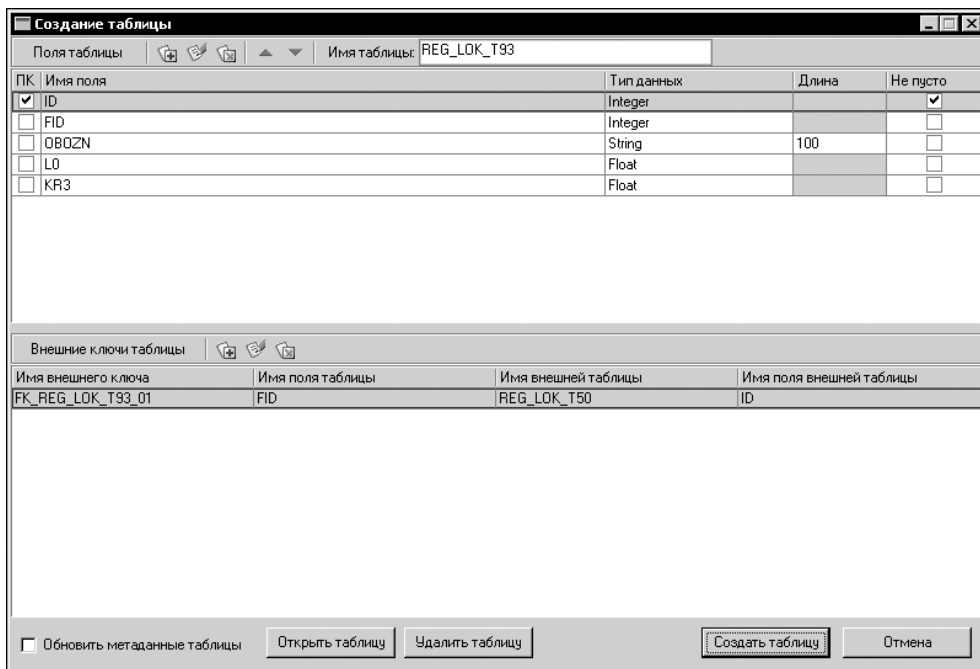
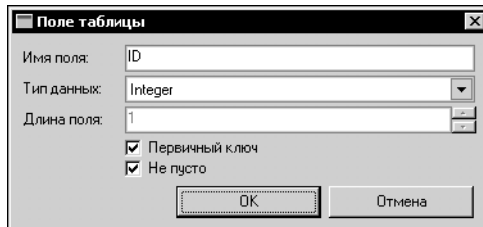
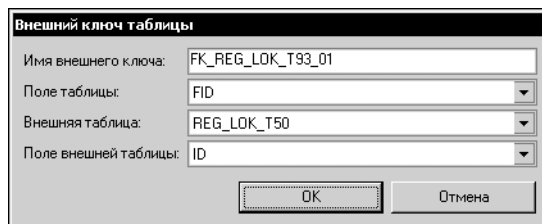

Рис. 21.3. Создание таблицы
Рис. 21.4. Создание поля таблицы
Рис. 21.5. Создание внешнего ключа таблицы
2. В открывшемся окне **Создание таблицы** (рис. 21.3) создайте поля таблицы (рис. 21.4) и при необходимости внешние ключи таблицы (рис. 21.5), используя соответствующие кнопки.
4. Введите описание таблицы в поле **Описание таблицы** и нажмите кнопку **Создать таблицу** (рис. 21.3).